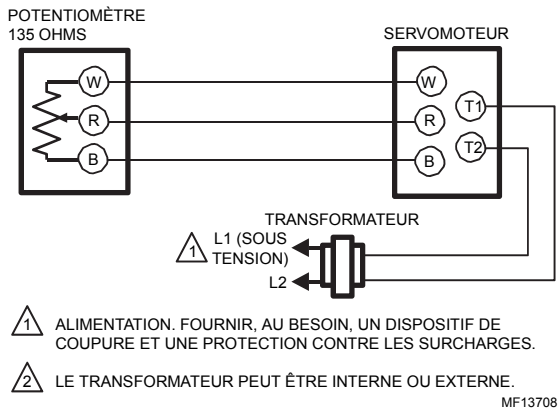

Fig. 6. Raccordement pour commande par un potentiomètre.
3. Raccorder un potentiomètre à distance au moteur, comme l'illustre la Fig. 6 (R-W-B).
- Raccorder un potentiomètre au servomoteur tel qu'illustré à la Figure 6.